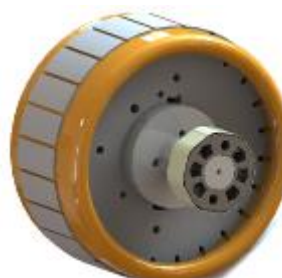

Figure 14.24 : Rotor de l'excitatrice et rotor du PMG
- Monter le rotor de l'excitatrice et le rotor du PMG avec la nouvelle bague, conformément à la Figure 14.24.